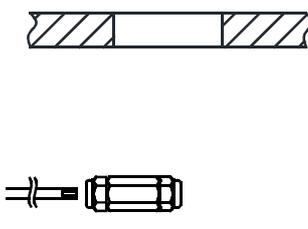

FIG 1.2
- Collegare il cavo di alimentazione 12/24V tramite una scatola di giunzione impermeabile o un connettore impermeabile. (fig. 1.2)